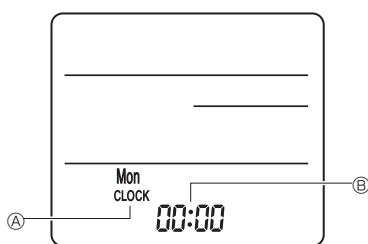

Fig. 6-5
3) Налаштування (налаштування годинника) (Fig. 6-5)
① Вставте акумулятори або натисніть кнопку **CLOCK** за допомогою гострого предмета. [CLOCK] (ГОДИННИК) А і [:] Б блимає.
② Натисніть кнопку **RESET** за допомогою гострого предмета.
③ Щоб встановити час, натисніть кнопку **DAY**.